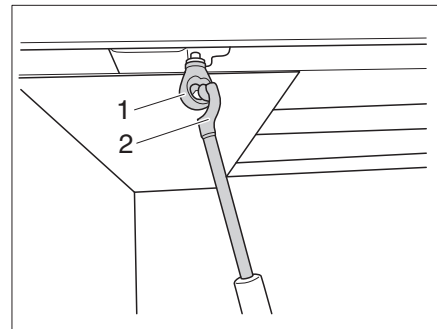

Bild 157 Höhenverstellung
- Kurbel (Bild 157,2) in die Öse (Bild 157,1) der Höhenverstellung einhängen.